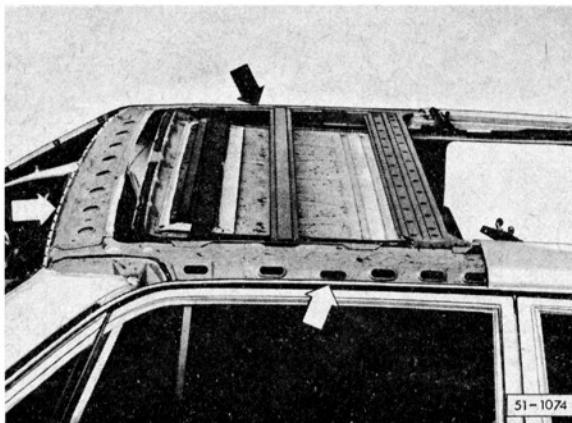

Bild 2: Dach trennen
2. Reststücke entfernen: Bild 2,3